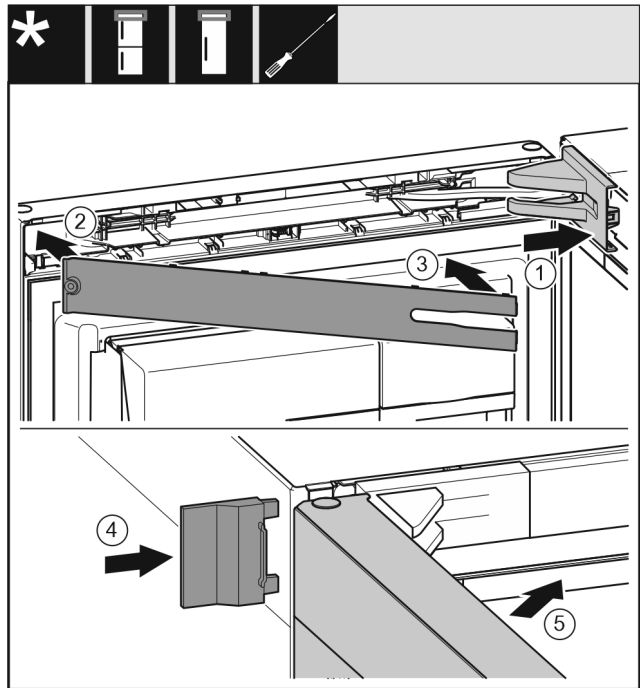

Fig. 27
- ▶ Aseta laakeripukin suojus paikoilleen, anna sen lukittua ja paina osia tarvittaessa varovasti erilleen toisistaan. Fig. 27 (1)
- ▶ Aseta paneeli paikoilleen. Fig. 27 (2)
- ▶ Käännä paneeli sisään ja anna sen lukittua. Fig. 27 (3)
- ▶ Työnnä ulompi paneeli paikalleen. Fig. 27 (4)
- ▶ Sulje ylempi ovi. Fig. 27 (5)